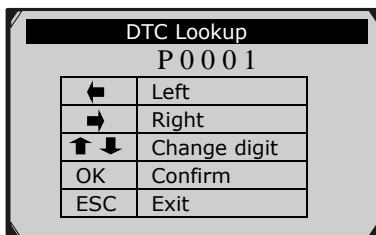

Figura 3.2
- 2) Desde la pantalla de búsqueda de DTC, utilice el botón IZQUIERDA / DERECHA para desplazarse hasta el carácter deseado, utilice el botón ARRIBA / ABAJO para cambiar / carácter numero seleccionado y oprimir el botón OK para confirmar. (Figura 3.2)